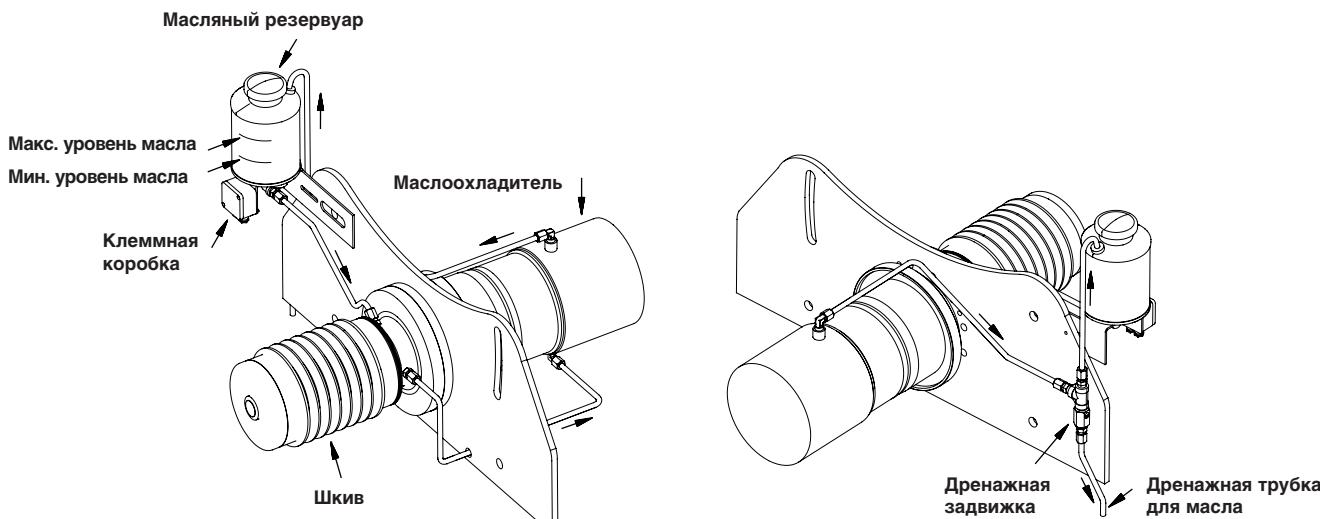

Рис. 13
Бустерные модули BME и BMET оснащены масляной системой смазкой для двух шарикоподшипников в шкиве. В ходе работы моторное масло должно постоянно поступать в масляный резервуар. Чтобы проверить приток масла, необходимо заглянуть в резервуар, см. рис. 13.
2. Открыть дренажную задвижку, см. рис. 13. Масло будет вытекать через дренажную трубку.
1. Убедитесь, что дренажная задвижка закрыта, см. рис. 13.